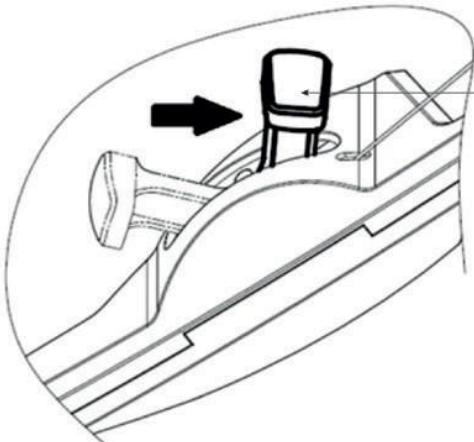

Рис.16.
Сразу после старта, переместите рычаг дроссельной заслонки от положения “закрыто” положение “запуск”. Рис.16. (Если температура низкая, дайте двигателю поработать в течение нескольких минут перед началом работы).
5. Сразу после старта, переместите рычаг дроссельной заслонки от положения “закрыто” положение “запуск”. Рис.16. (Если температура низкая, дайте двигателю поработать в течение нескольких минут перед началом работы).